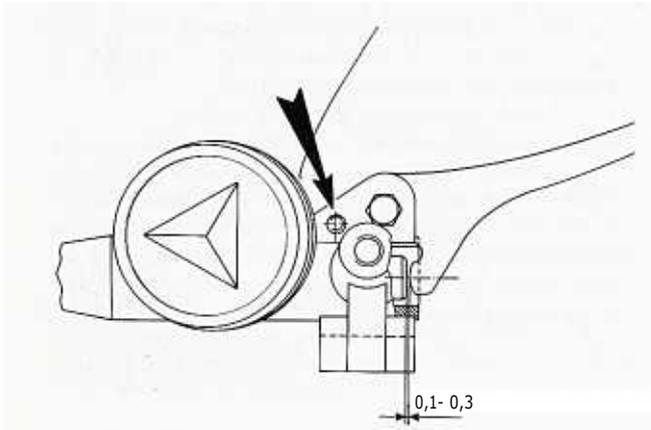

Bild 266
- Den Geberzylinder nach dem Zusammenbau wieder am Lenker anbauen, Bremsflüssigkeit auffüllen und die Bremsanlage entlüften. An einigen Modellen wird der Leerweg zwischen Hebel and Kolben mit kleinen Innensechskantschrauben eingestellt. Das Schraubengewinde mit Locktite versehen and dann den Leerweg einstellen (Bild 266). Beim Einbau des Geberzylinders darauf achten, dass die Hydraulikleitung nicht an der Instrumentenbefestigung scheuert, und dass der Bremshebel über den ganzen Weg betätigt werden kann, ohne am Lenkergriff anzustossen. Die Hebelachse nicht zu fest anziehen.